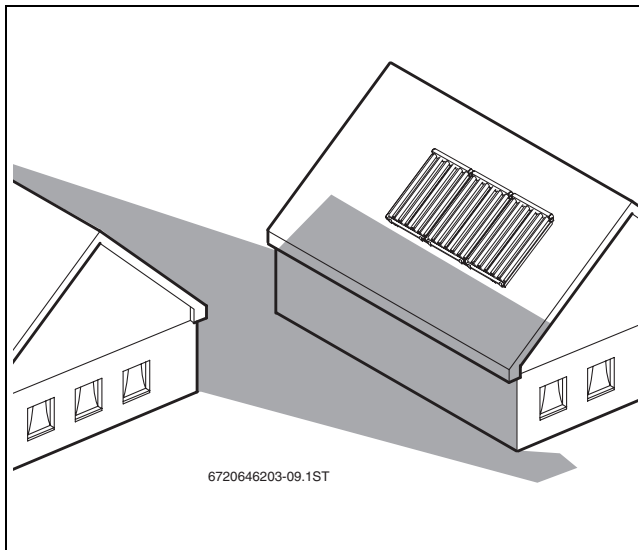

Fig. 14 Evitați umbrirea
- Evitați umbrirea câmpului de panouri prin clădiri învecinate, copaci etc. (→ Fig. 14).